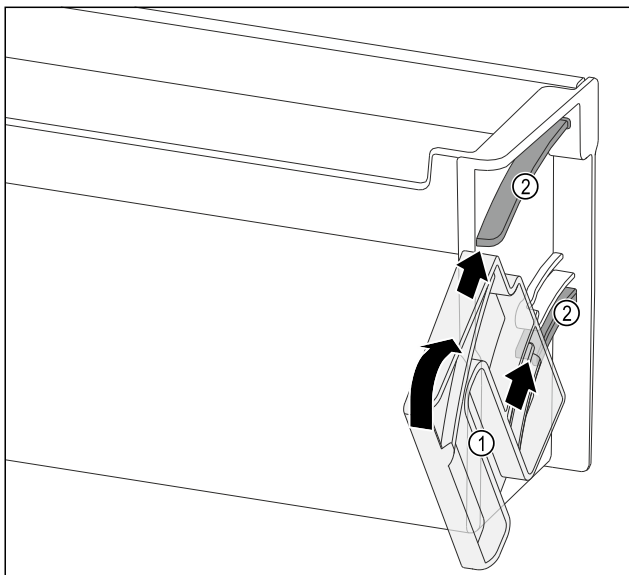

Fig. 119
- Positionner l'unité de rotation Fig. 119 (1) de manière à placer les évidements exactement en face des canaux de guidage Fig. 119 (2) du balconnet de contre-porte.
- Tourner l'unité de rotation Fig. 119 (1) dans le sens indiqué.